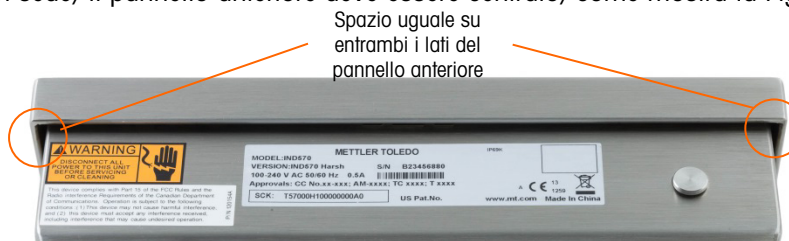

Figura 2-6: Pannello frontale dell'armadietto per ambienti difficili correttamente allineato
8. È molto importante rimontare correttamente il pannello frontale dell'armadietto per ambienti difficili, particolarmente per i terminali installati in aree classificate pericolose Divisione 2. I due fermi posti ai lati del contenitore contribuiscono a facilitare la spaziatura appropriata. Prima di premerlo in sede, il pannello anteriore deve essere centrato, come mostra la Figura 2-6.